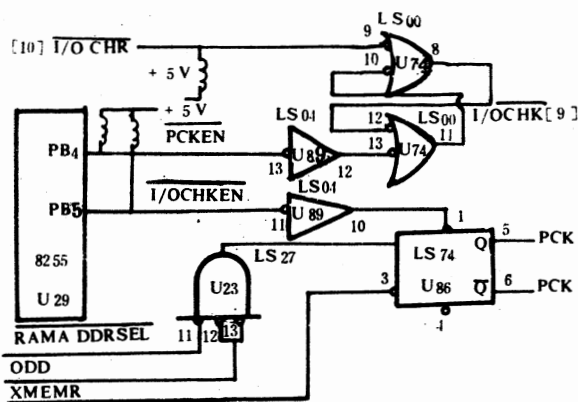

图 1-27 自检控制电路逻辑图
**故障分析与维修** 根据经验,我们认为这一故障是由内存 RAM 自检控制电路发生时序上的错误而造成的,以致系统无法引导,内存循环自检(其逻辑图如图 1-27 所示)。